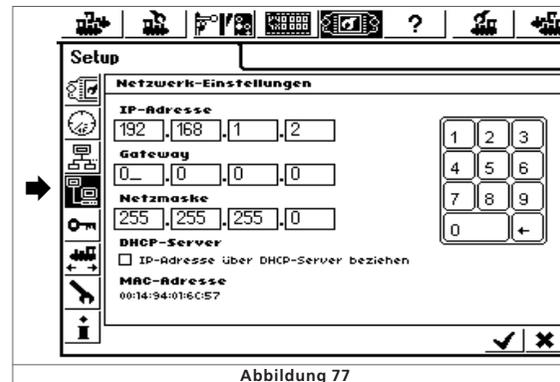

Abbildung 77
- Öffnen Sie das Netzwerksetup, siehe Abb. 77.